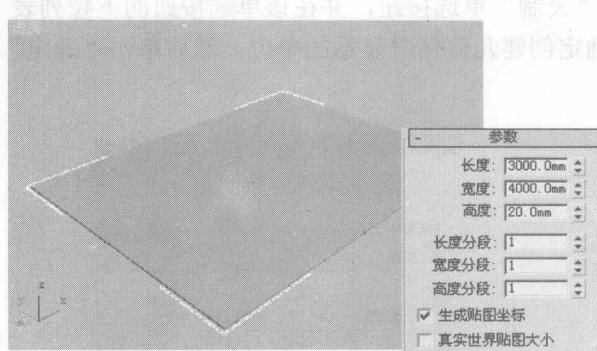

图 1-6 设置对象的创建参数
⑥ 选择 Box01 对象，打开“修改”面板。在“参数”卷展栏中的“长度”、“宽度”、“高度”参数栏中分别键入 3000、4000、20，以确定地板的长宽高；其他参数均使用默认值，如图 1-6 所示。